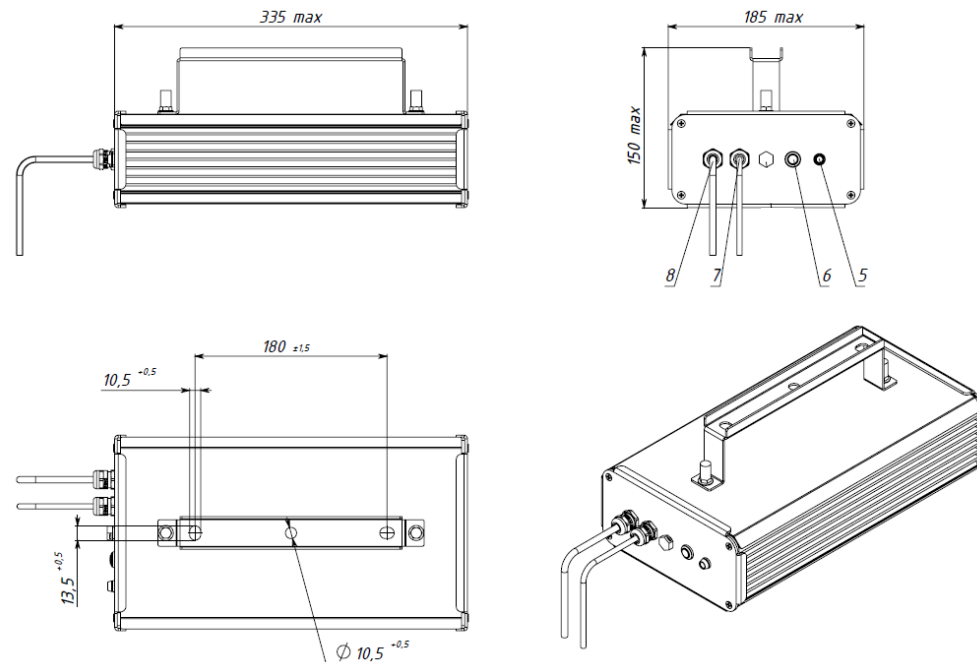
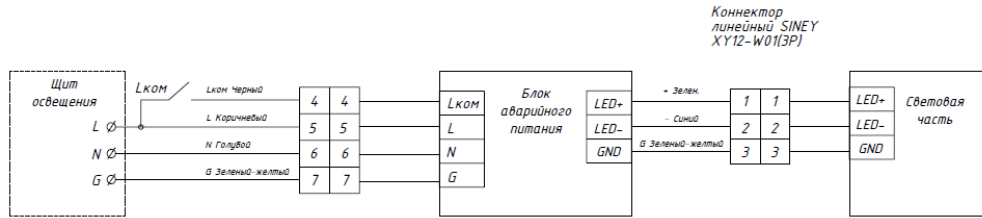

Рисунок 2
Рисунок 3
6.6. Работа БАП в аварийном режиме. При нарушении питания рабочего освещения, индикатор заряда (рис.2 поз.5) гаснет и блок с помощью коммутатора отключает светодиоды от рабочего источника питания и подключает их к своему встроенному источнику питания, питающемуся от аккумуляторной батареи. При этом выходная мощность БАП устанавливается на уровне 6Вт. БАП обеспечен выключателем, моделирующим отказ рабочей сети питания. Выключатель (кнопка «Тест» - рис. 2 поз. 6) для испытаний ручного управления располагается на передней панели БАП.
6.8 Подключение разъемов питания. Подключение прожектора к цепи освещения производится согласно схеме рис. 3. Блок аварийного питания имеет 2 вывода – для подключения к сети (рис. 2 – поз. 8) и для подключения к световой части (рис. 2 – поз. 7). Длина кабеля для подключения к сети – 1 м, для подключения к световой части – 1,0м. Кабель для подключения БАП к световой части оснащён герметичным разъемом, который установлен на соединяющий кабель.
6.5 Работа БАП в нормальном режиме. При нормальном напряжении в сети рабочего освещения питание от рабочего источника питания через коммутатор аварийного БАП поступает к светодиодным модулям. Так же при нормальном напряжении в сети блок заряжает аккумуляторную батарею и индикатор (рис. 2 поз. 5) излучает зелёный свет. Включение и выключение светильника происходит по коммутируемому фазному проводу Lком, подключенному к основному источнику питания и имеющему в цепи переключатель. При этом непосредственно к клеммам L и N БАП должен быть подключен некоммутируемый фазный провод, у которого между фидером и световым прибором нет никаких выключателей, кроме устройств защитного отключения (для заряда батареи и контроля напряжения сети).